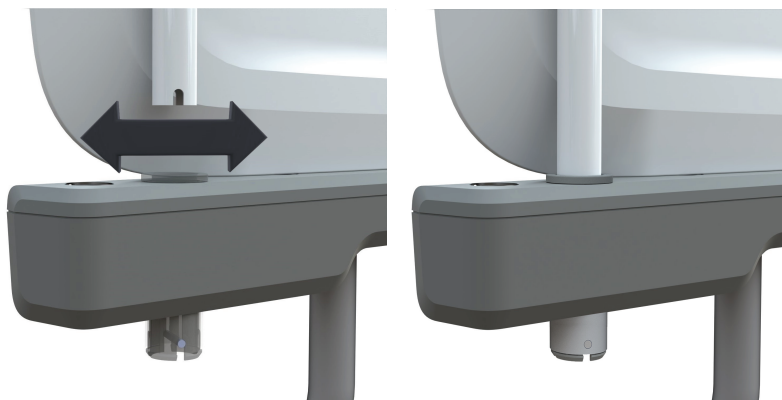

Рисунок 34 – Присоединение или снятие стойки для подъема
1. Выровняйте по центру и вставьте стойку для подъема пациента в одно из двух гнезд для принадлежностей (Рисунок 34).